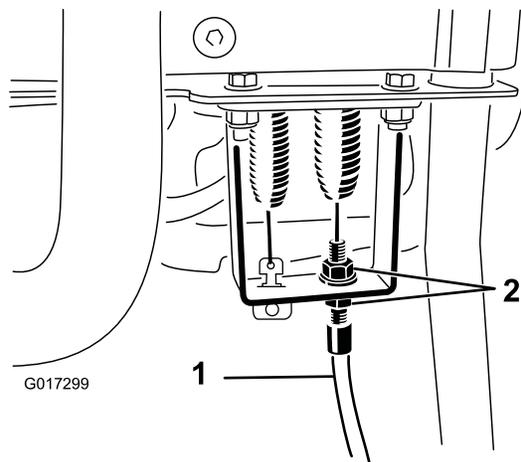

图52
4. 在控制手柄隔板上，放松滚刀控制装置拉线，直至拉线松弛（图52）。